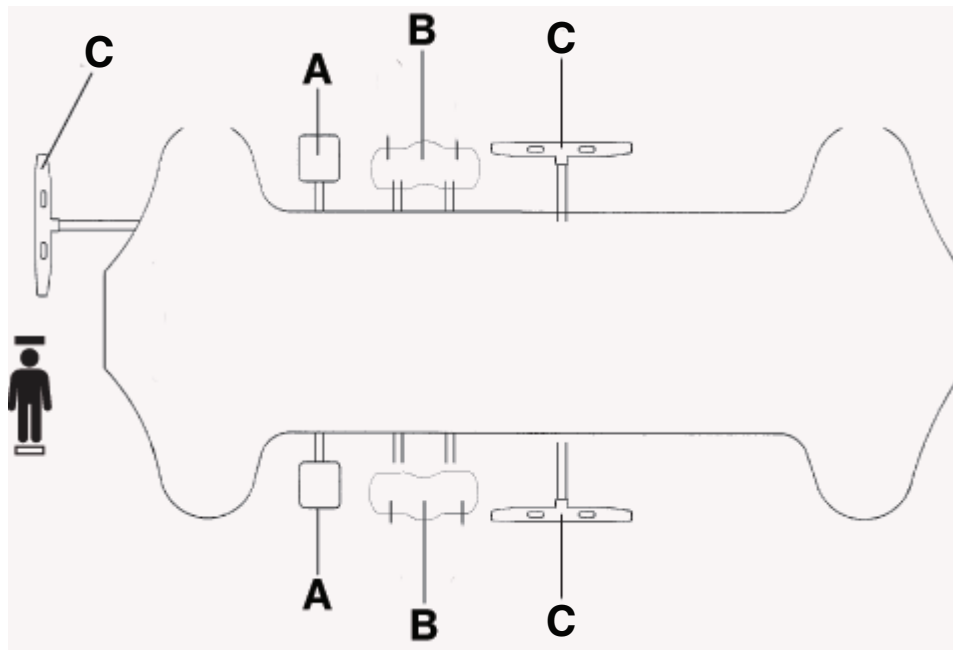

Figure 3 – Élévation ou abaissement du plan de couchage
Pour élever le plan de couchage, appuyer sur la pédale de la pompe (A) jusqu'à obtention de la hauteur voulue (Figure 3).
Pour abaisser le côté tête du produit, appuyer sur le côté de la pédale d'abaissement multifonction (B) le plus près du côté tête du produit (Figure 3).
Pour abaisser le côté pieds du produit, appuyer sur le côté de la pédale d'abaissement multifonction (B) le plus près du côté pieds du produit (Figure 3).